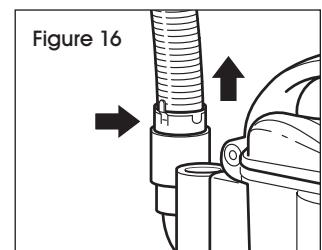

Figure 16
- Détachez la poignée du tube-rallonge en appuyant sur le bouton de déverrouillage de la poignée. Retirez le tuyau flexible du boîtier d'aspirateur en appuyant sur les languettes situées sur le collier du tuyau. Inspectez le tuyau pour tout signe d'obstructions. (Voir Figure 16)